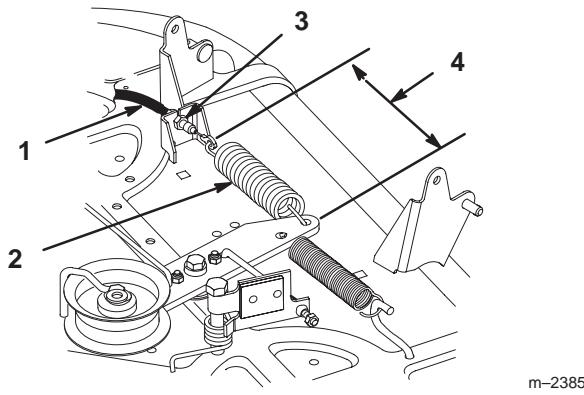

Bild 44
12. Rasten Sie den Zapfwellenhebel am Armaturenbrett ein. Messen Sie den Abstand zwischen den Hakenenden der Spannrollenfeder (Bild 44). Stellen Sie die Klemmmuttern so ein, dass Sie einen Abstand von 150 mm erreichen (Bild 44).